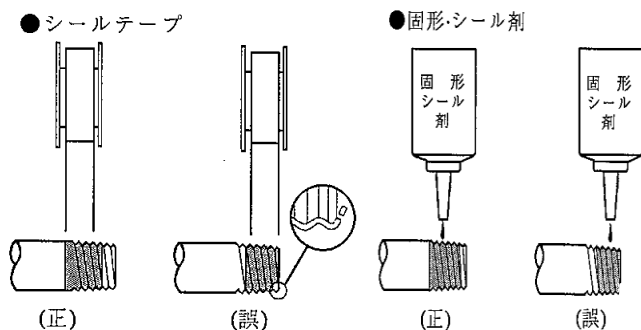

図2. 配管シール要領
- 3) 配管にはシールテープまたはシール剤をしますが、ネジ先端から2山程度残して使用し、管内や機器内部にテープ屑やシール剤の残材が入り込まないように気を付けてください。(図2)